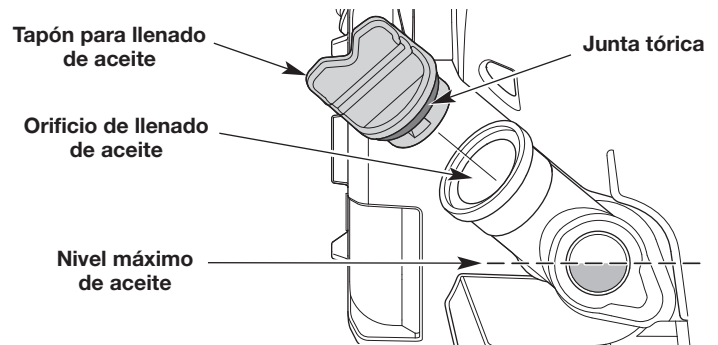

Fig. 22
3. Observe el interior del visor del nivel de aceite; use una linterna si es necesario. **El nivel de aceite debe llenar el visor hasta aproximadamente la mitad** (Fig. 22). Si el nivel de aceite es demasiado bajo, agregue aceite. Consulte *Procedimiento para agregar aceite*.
1. Limpie la zona que rodea el tapón de llenado de aceite (Fig. 22) a fin de evitar que ingresen residuos en el orificio de carga de aceite.
3. Agregue aceite al orificio de llenado de aceite hasta que el nivel de aceite llegue hasta aproximadamente la mitad del visor del nivel de aceite (Fig. 22).
NOTA: Compruebe que la junta tórica esté en su lugar en el tapón de llenado de aceite (Fig. 22).